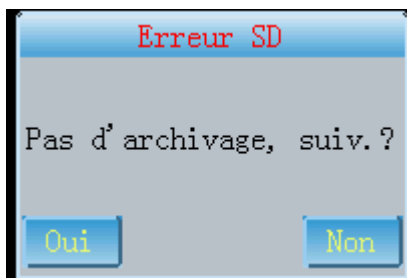

Fig. 13-11-1
(1) Lorsqu'un cas est imprimé en mode 1 x 12, 1 x 12 + 1, 2 x 6, 2 x 6 + 1 ou 3 x 4, s'il n'y a pas de carte micro SD, la boîte de dialogue illustrée à la Figure 13-11-1 s'affiche et indique à l'utilisateur que l'enregistrement ne pourra être sauvegardé si l'impression continue.